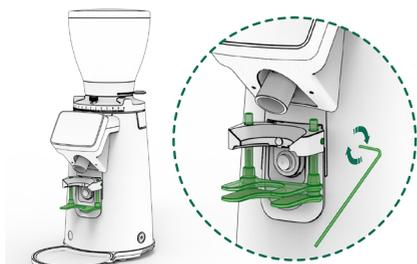

Fig. 5
1. Afloje el tornillo (15) en el soporte inferior (9) utilizando la llave Allen hexagonal n.º 3 incluida con su molinillo.
3. Apriete el tornillo (15) con la llave Allen hexagonal n.º 3 proporcionada (Fig. 5).